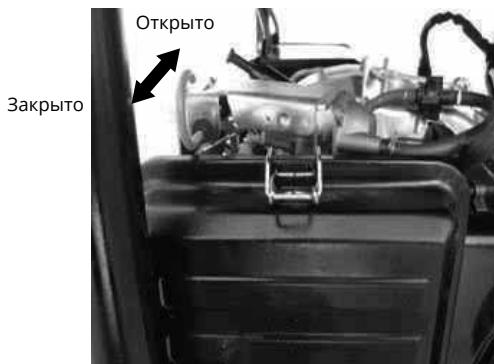

Рис. 3.2
2. Передвиньте рычаг воздушной заслонки в положение «ЗАКРЫТО». Если двигатель теплый или температура воздуха высокая, оставьте рычаг в положении «ОТКРЫТО» (**рис. 3.2**).
5. Передвиньте рычаг воздушной заслонки в позицию «ОТКРЫТО» (**рис. 3.2**).